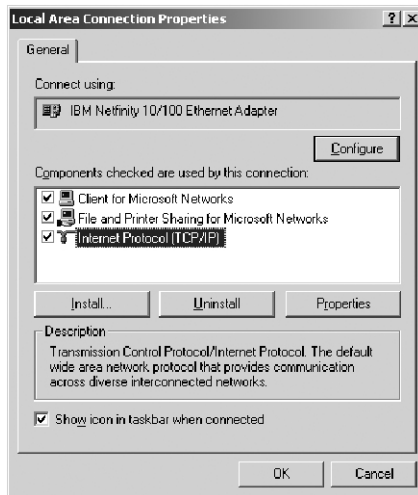

Рис. 7. Окно свойств подключения по локальной сети
5. Выберите *Internet Protocol (TCP/IP)* [Протокол Интернета (TCP/IP)] и щелкните по кнопке *Properties* (Свойства), см. рис. 7: